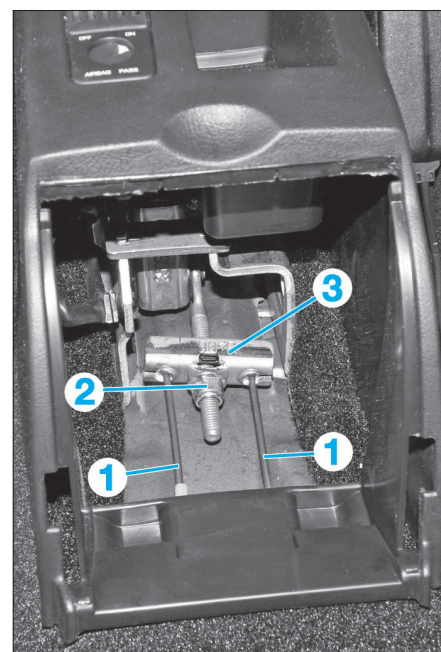

FIG. 21
- Détendre les câbles secondaires (1) en dévissant l'écrou (2) (Fig.21).